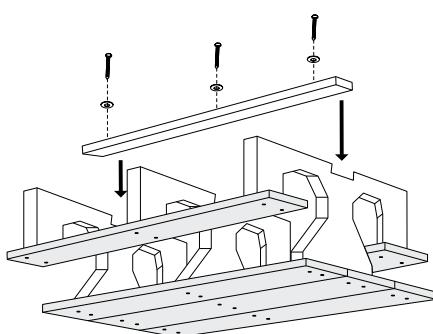

Figure 5
6. Fixez le support de base dans l'entaille sur la partie inférieure des bases en plastique à l'aide des tire-fonds de 3 1/2 po, des rondelles, de la perceuse et de la douille tournevis de 7/16 po. (Voir Figure 5)